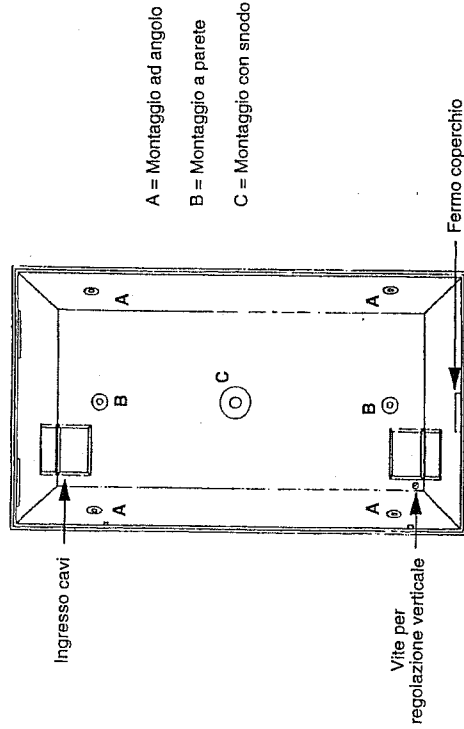

Figura 3 - Fondo del contenitore senza scheda elettronica
- ☐ Si fissa il fondo del contenitore del rilevatore in corrispondenza dei fori pretranciati per l'ingresso cavi e per la modalità di montaggio (a parete, ad angolo, o con lo snodo "B355") più idonea per l'applicazione specifica (per ulteriori ragguagli, si veda la figura 3).